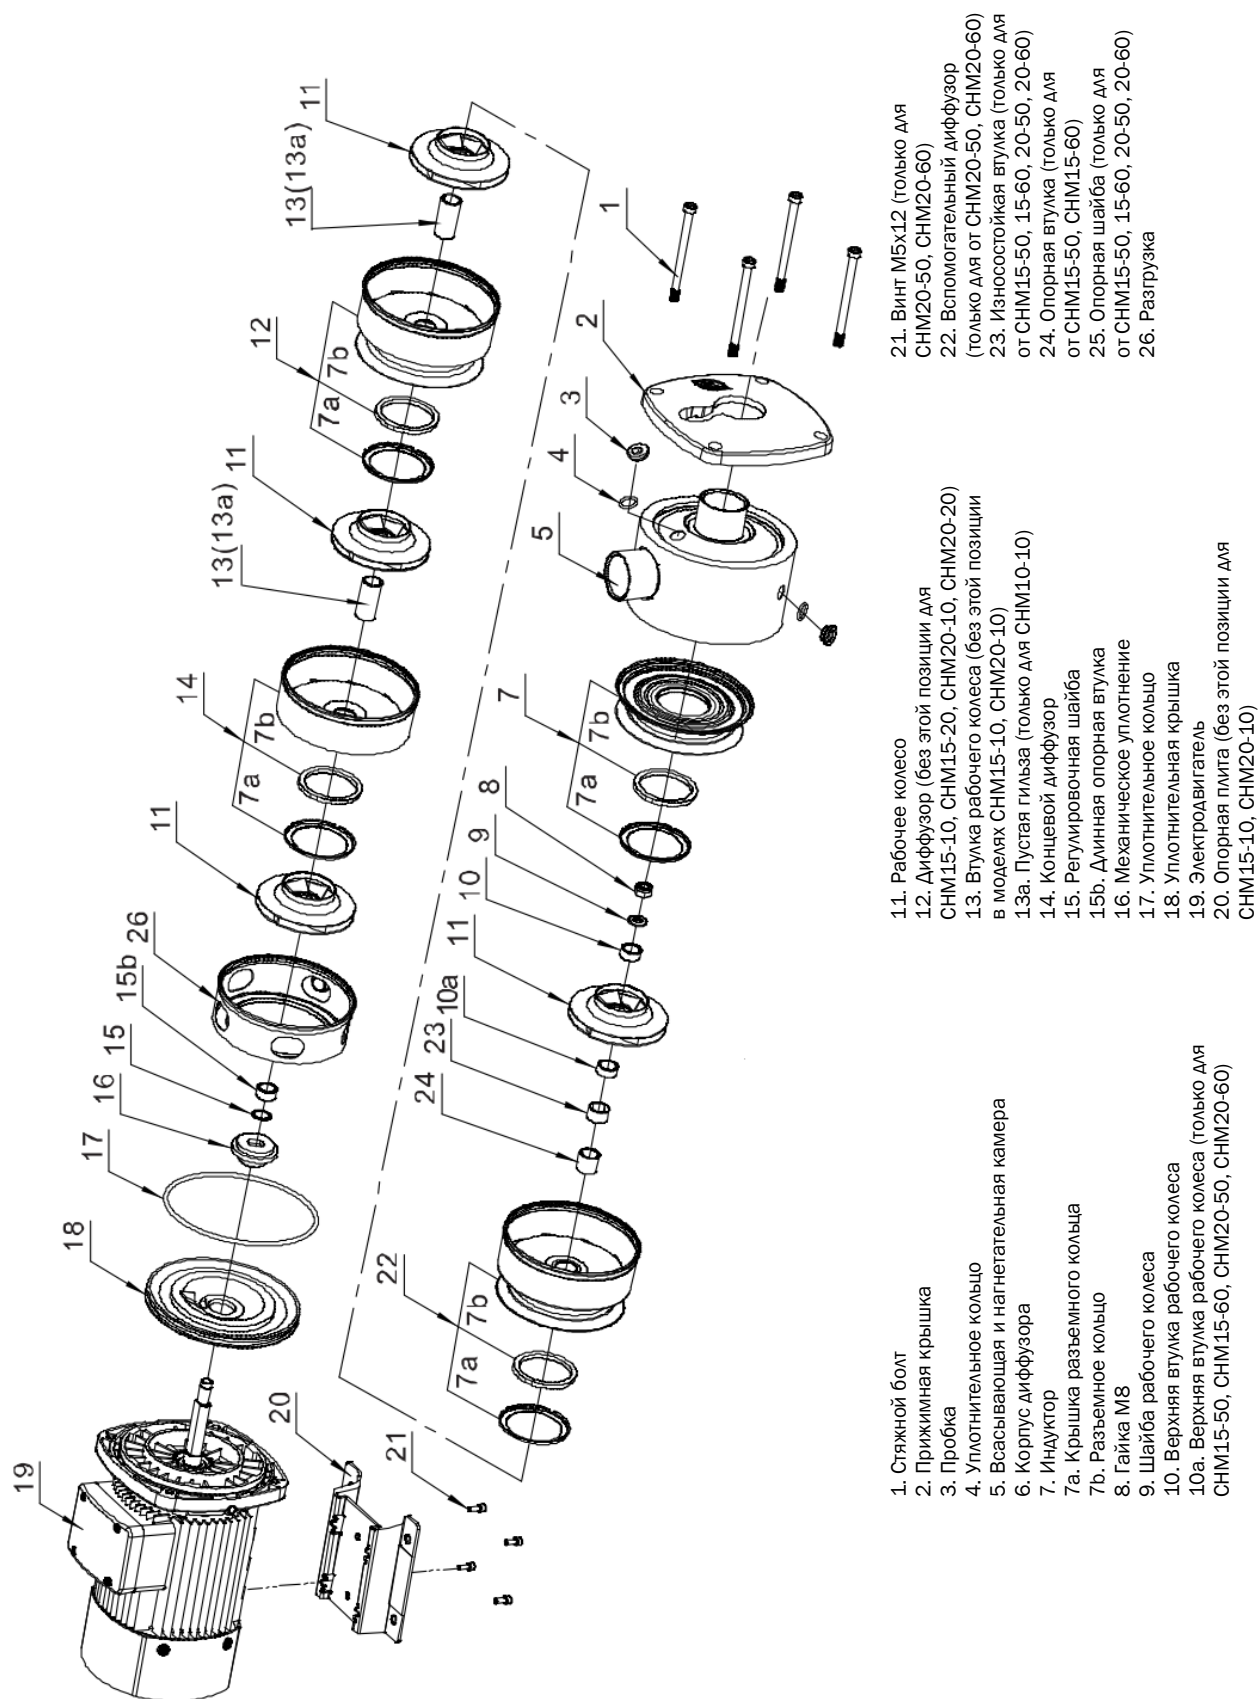

Рис. 12 Конструкция насоса СНМ 15, 20
5.2 Разборка насоса (Рис. 9 – Рис. 12)